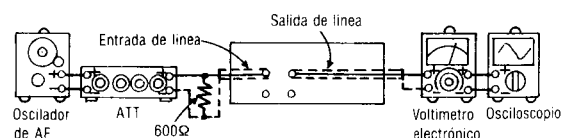

Fig. 7
1. La conexión del equipo de prueba se muestra en la Fig. 7.
6. Si no está dentro de la estándar, ajustar RV3 (CH-I) {RV4 (CH-D)} y repetir el paso (2), (3) y (4) hasta que la salida esté dentro de la estándar.